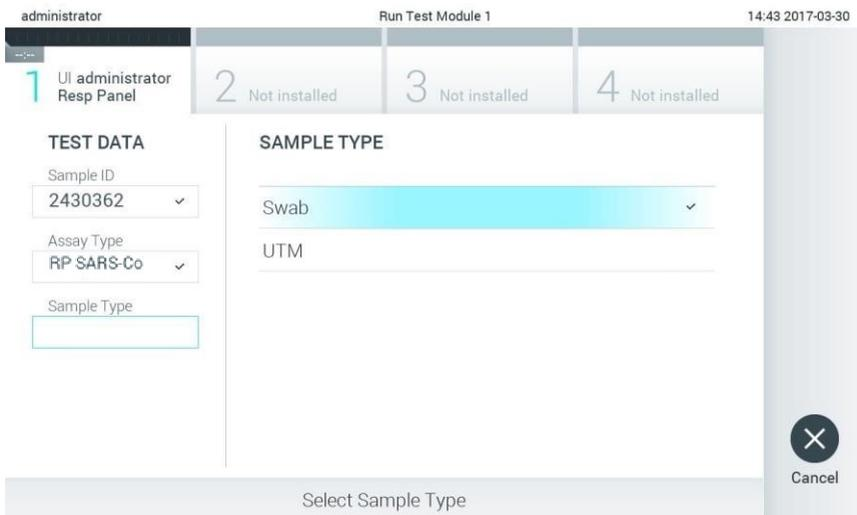

Figura 13. Selección del tipo de muestra.
15. Seleccione el tipo de muestra adecuado de la lista (figura 13).